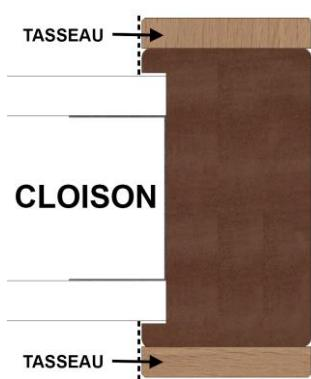

Figure 5
5.3.1.5. CAS SANS FEUILLURE (SECTION < 118x56)* - figure 5 -
Le cas de montage présenté dans cette notice est celui représenté Figure 5. Suivre la même procédure pour les autres cas. Lorsqu'il y aura des différences, ces dernières seront précisées.